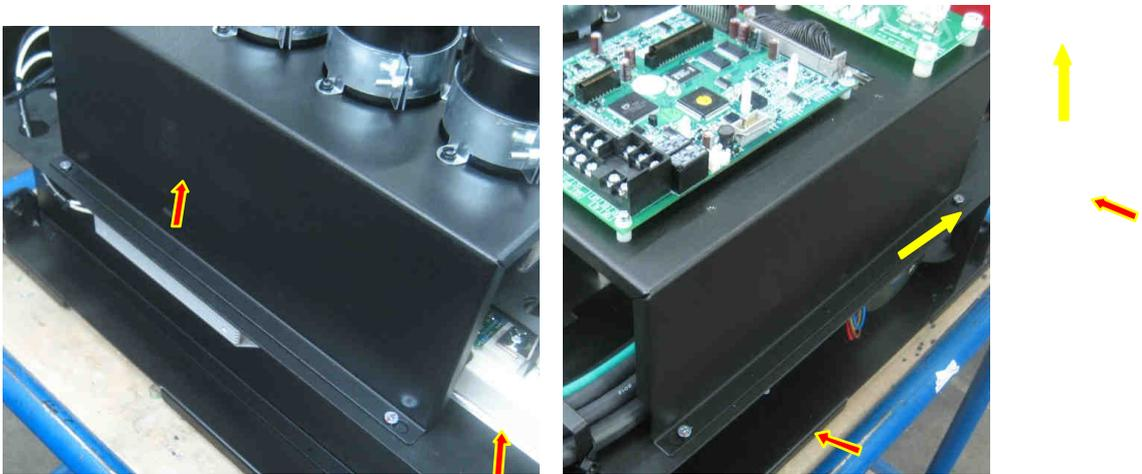

Рис. 6.20.
6.11.4. Отвернуть на два оборота каждый из четырех винтов крепления блока конденсаторов к основанию корпуса (рис. 6.20а, б, красные стрелки), сдвинуть блок конденсаторов в направлении входных диодно-тиристорных модулей по стрелке, и потянув вверх, демонтировать (желтые стрелки).